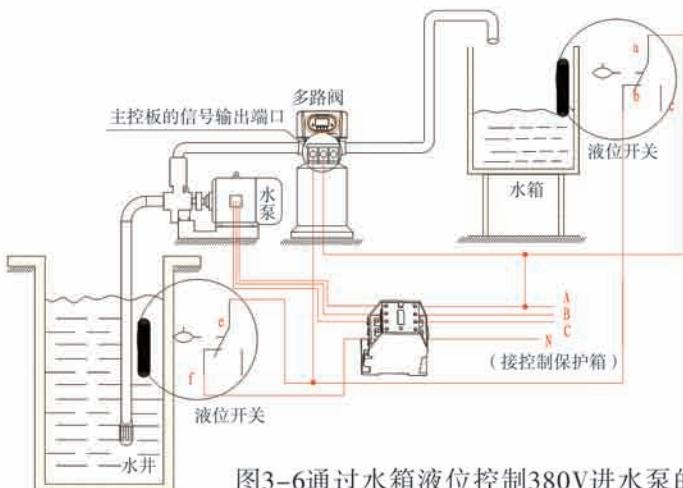

图3-6通过水箱液位控制380V进水泵的接线图
#### (3) 通过水箱液位开关控制进水泵（三相电机，图3-6）（设为b-01）